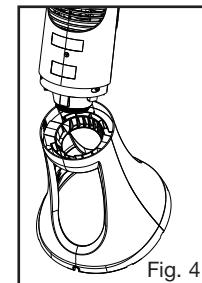
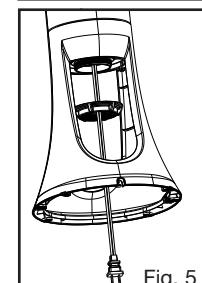

Fig. 4
Fig. 5
- Soulevez prudemment le boîtier du ventilateur (Fig. 4) et placez le cordon d'alimentation dans le centre de la base.
- Abaissez le boîtier du ventilateur dans la base (Fig. 4), alignez l'arrière du ventilateur avec l'arrière de la base. Faites tourner légèrement le boîtier du ventilateur jusqu'à ce qu'il repose dans la base (Fig. 5).
- Prenez l'écrou de blocage et placez le cordon d'alimentation dans le verrou de blocage (Fig. 4) faisant remonter le verrou à l'intérieur de la base, (Fig. 5) vissez l'écrou de blocage dans le boîtier du ventilateur en tournant dans le sens des aiguilles d'une montre jusqu'à ce qu'il soit bien serré et que vous entendiez le son d'un cliquet.